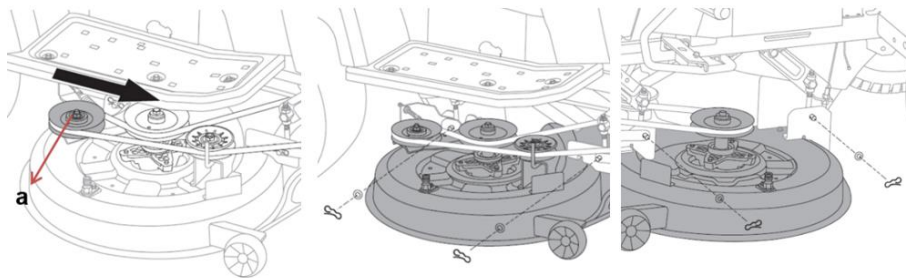

Fig. 23
7.4 Scoaterea platformei de tăiere(Fig.23)